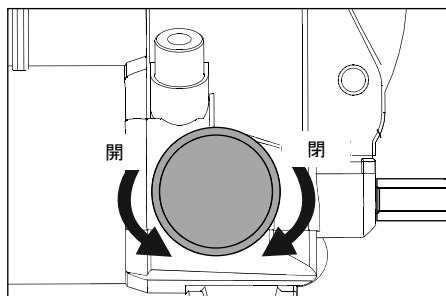

図8：リリース弁（P-84以外の全モデル）
1. リリース弁を閉じるには、ノブを停止するまで時計方向に回します。図8を参照してください。